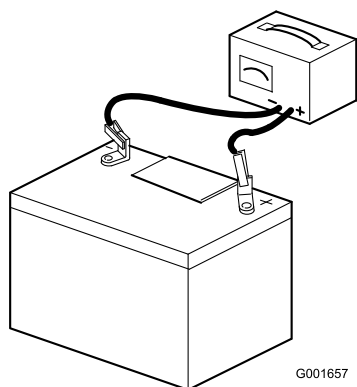

Figure 33
- Raccordez un chargeur de 3 à 4 A aux bornes de la batterie (Figure 33). Chargez la batterie au régime de 3 à 4 ampères durant 4 à 8 heures.